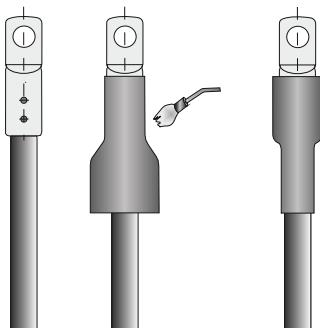

Рисунок 6
4.17 Надеть на оконцованные жилы трубы изоляции наконечников и усадить их (рисунок 6).